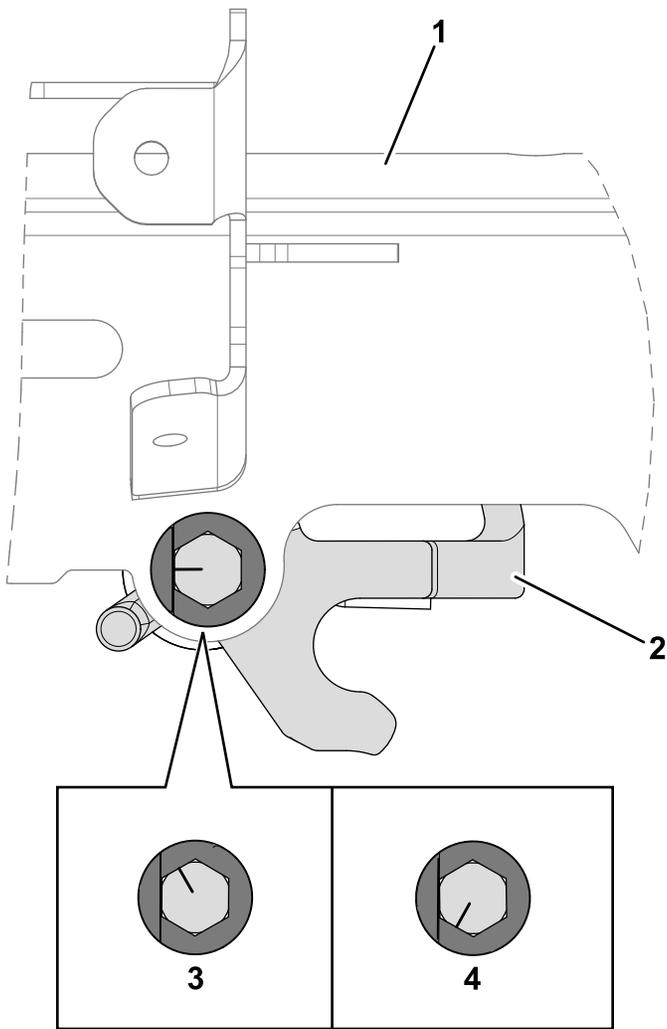

Figura 12
2. Gire el perno en sentido horario o antihorario para ajustar el ángulo del regulador de la altura del manillar hacia dentro o hacia fuera. El regulador de la altura del manillar debe estar paralelo a la estructura soldada del receptor superior, tal y como se muestra en la Figura 12